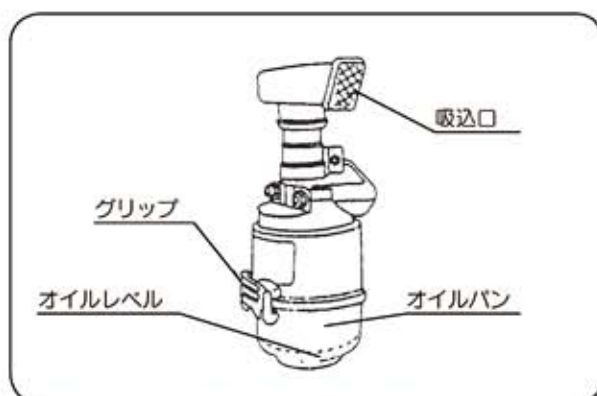

図34
- ②ミッションケース下部にある排油口ボルトを取外して汚れたオイルを流し出してください。(図34)
① グリップを外し、オイルパンおよびエレメントを取外してください。(図34)
② オイルが不足しているときは、オイルレベルまで補充してください。汚れがひどいときにはオイルパン・エレメント共、白灯油で洗浄しエレメントはエンジンオイルに浸し滴下しない程度に振り切ってください。(図34・35)
④ エアクリーナーの吸込み口をホコリの少ない方向(ハンドル側)に向けてください。(図34)